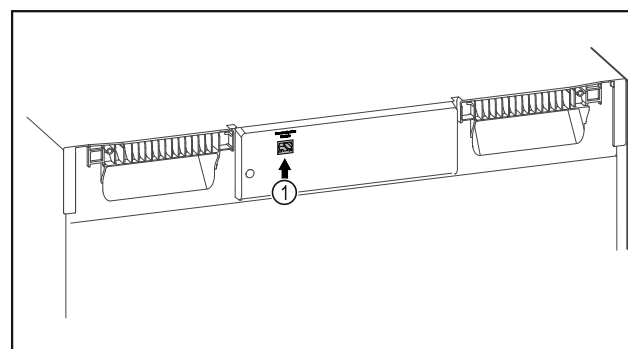

Fig. 111
- SmartModule Fig. 111 (1) naudojamas.